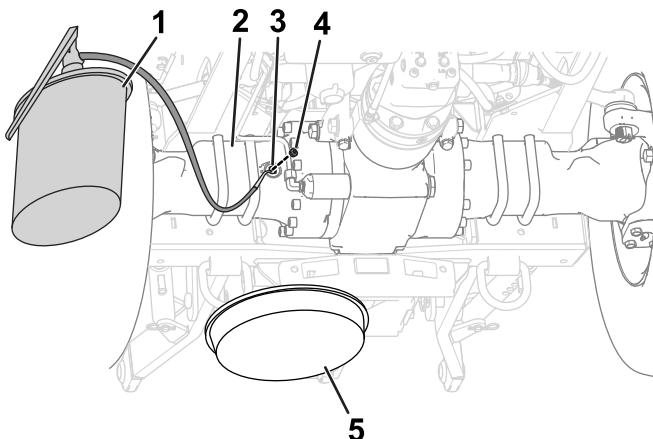

**Рисунок 101**
5. Установите пробки сливных отверстий в сливные отверстия картеров дифференциалов (Рисунок 101 и Рисунок 102).
6. Залейте масло указанного типа в мосты через смотровые отверстия до уровня резьбы в нижней части отверстия (Рисунок 101 и Рисунок 102).
8. Установите пробки заливных отверстий в смотровые отверстия картеров дифференциалов мостов (Рисунок 101 и Рисунок 102).